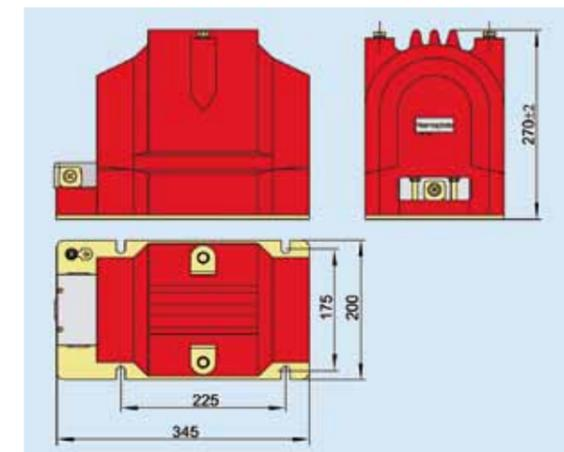

Рис. 6.1 Внешний вид и размеры трансформатора напряжения JDZX11-10AG
**6. Внешний вид и размеры (см. рис. 6.1)**